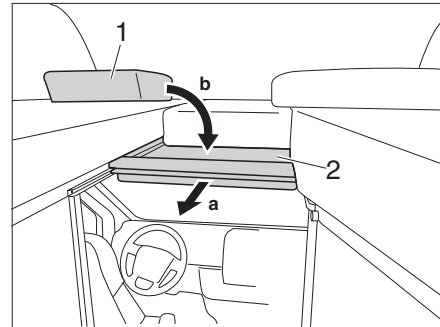

Fig. 56 Serrure de la cabine de conduite
- Fermer la porte (Fig. 56,1) en la poussant jusqu'à ce qu'elle se verrouille dans la serrure.
- Faire tourner la poignée (Fig. 56,2) dans le sens inverse des aiguilles d'une montre jusqu'à ce que la porte soit verrouillée.
- Faire tourner la poignée (Fig. 56,2) dans le sens des aiguilles d'une montre jusqu'à ce que la porte soit déverrouillée.
- Ouvrir la porte (Fig. 56,1) et la verrouiller.